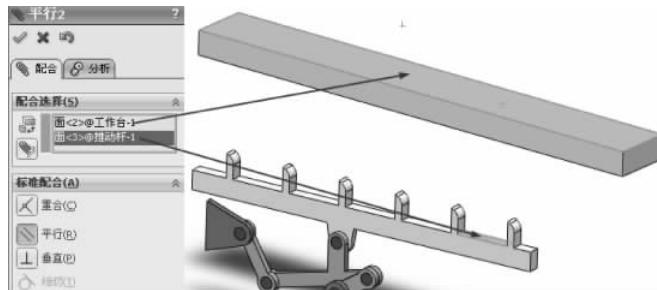

图 3-236 平行配合
(25) 选择【标准配合】选项组下的【平行】配合类型 ，在【要配合的实体】选择框  中选择如图 3-236 所示的面，其他保持默认，单击【确定】按钮 ，完成平行配合。